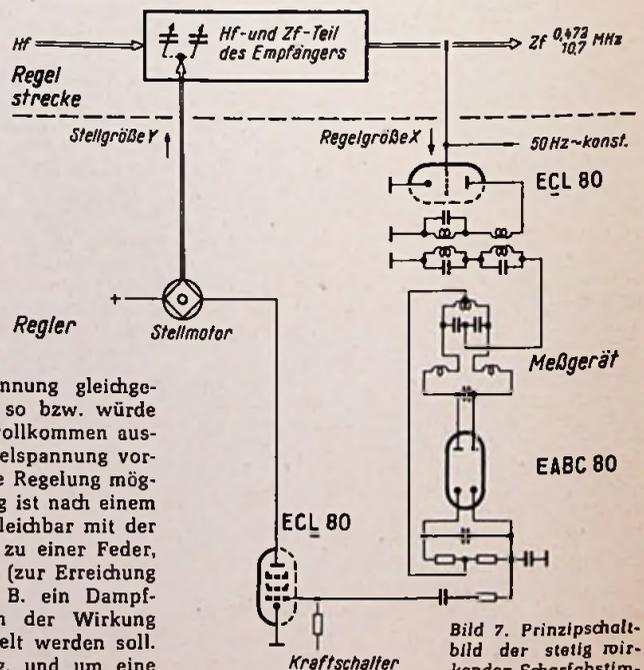

Bild 7. Prinzipschaltbild der stetig wirkenden Scharfabbildung eines Rundfunkempfängers
Bild 7 zeigt einen integral wirkenden Regler eines modernen Rundfunkempfängers (6). Aufgabe dieses Reglers ist es, die Abstimmkreise des Empfängers automatisch auf den empfangenen Sender einzustellen; es handelt sich also um eine automatische Scharfabstimmung und damit um einen sog. Folgeregler, bei dem die Frequenz des eingestellten Senders den Führungswert abgibt. Dieser Regler regelt aber nicht nur evtl. Abwanderungen der empfangenen Frequenz, also den Führungswert, aus, sondern auch Beeinflussungen durch Störgrößen Z. Solche wären im Falle des gezeigten Beispiels: Abweichungen des Überlagerungs-Oszillators und zeit- und temperaturbedingte Abweichungen der Abstimmelemente des Empfängers. Der Vollständigkeit halber sei hier hinzugefügt, daß dieselbe Einrichtung dieses „ferngesteuerten“ Empfängers auch zur Sendersuche von Hand oder automatisch benutzt wird; in diesem Falle handelt es sich dann um eine echte Steuerung.
Die Wirkungsweise des Regelkreises nach Bild 7 ist folgende: Die empfangene Hf wird in bekannter Weise in die Zf von 472 kHz oder 10,7 MHz umgesetzt. An der Anode der letzten Zf-Röhre (Messort) wird diese Zf abgenommen und einer Verstärker-Modulatorröhre EC(L) 80 zugeführt. Hier wird die jeweilige Zf (0,472 oder 10,7 MHz) mit einer 50-Hz-Wechselspannung moduliert und dann dem Steurdiskriminator zugeführt. Dieser ist interessanterweise so ausgeführt, daß er ohne Umschaltung sowohl die AM-Zf, als auch die FM-Zf verarbeiten kann.